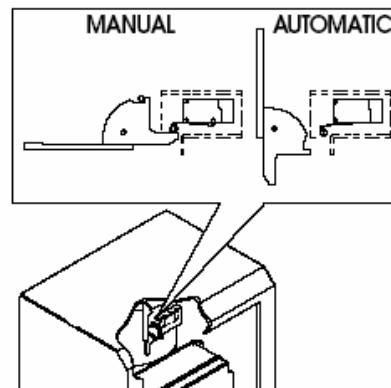

Fig. 2
- Bedien de ontgrendelhendel die wordt aangegeven op fig. 2.
- Plaats de ontgrendelhendel die wordt aangegeven op fig. 2 weer terug tegen de mechanische aanslag.